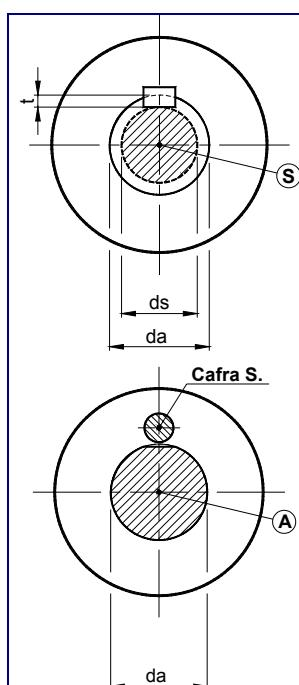

fig 2
- ils augmentent la section résistante des arbres en éliminant les points de début de rupture (Fig. 2).
- they increase the fatigue-resistant section of the shafts, cutting out the initial points of breakdown (Fig.2).